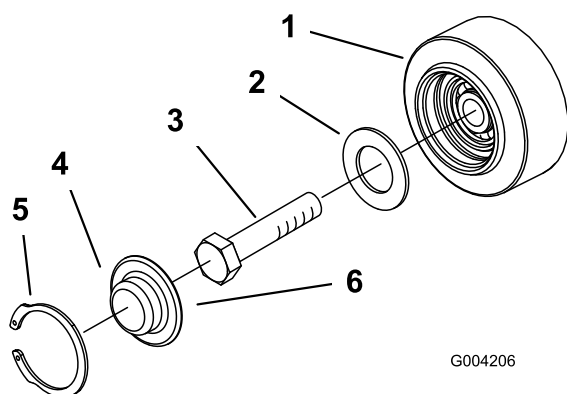

Figura 51
3. Rimuovete l'anello elastico e il tappo da una ruota non motrice (Figura 51).
4. Controllare il grasso sotto il tappo e attorno alla guarnizione (Figura 51). Se risulta sporco, sabbioso o consumato, eliminatelo completamente, sostituite la guarnizione e applicate del grasso nuovo.